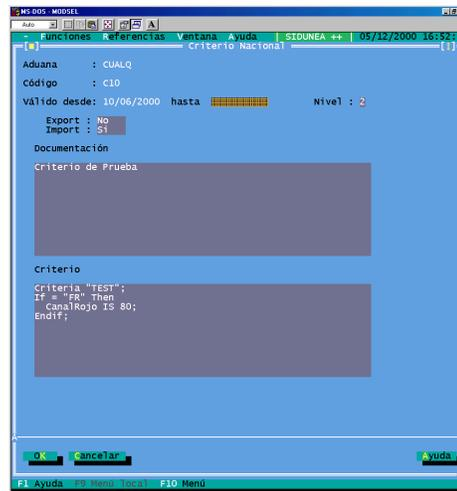

Fig. 3 MODSEL: Funciones: Manejo de Selectividad: Criterios: Criterios nacionales: Actualizar
En la casilla de edición del *Criterio* puede ingresar el criterio de selección requerido. Funciona de la misma forma que Reglas del Arancel (5)Fig. 3. El Menú Local **F9** (6)Fig. 3 incluye la opción para insertar o escribir archivos de texto, buscar las teclas claves, Funciones y Variables.(Figura 3)
Se puede describir el criterio de la selección en la casilla de edición de la documentación (dentro de la ventana). Como este texto se puede ver al buscar el código de criterio del MODCBR, es importante que el objetivo de la selección así como el ámbito que abarca el criterio, esté claramente descrito(7)Fig. 3. La cobertura del criterio – los bienes o transacciones que se desean seleccionar- debe estar claramente descrita en lenguaje simple para que el Oficial Examinador pueda entender.
Fig. 3 (5) Consulte el módulo de “Administración Tributaria” para mayores detalles sobre cómo usar las Reglas y Sintaxis de Reglas. Las descripciones de las teclas clave de Selección, funciones y variables se encuentran en este módulo: Sintaxis Criterio de Selección.
Fig. 3 (6) Estará disponible cuando se encuentra en la casilla de edición del criterio.
Fig. 3 (7) Debe ejercerse cuidado para evitar la inclusión de información confidencial o delicada en esta pantalla.